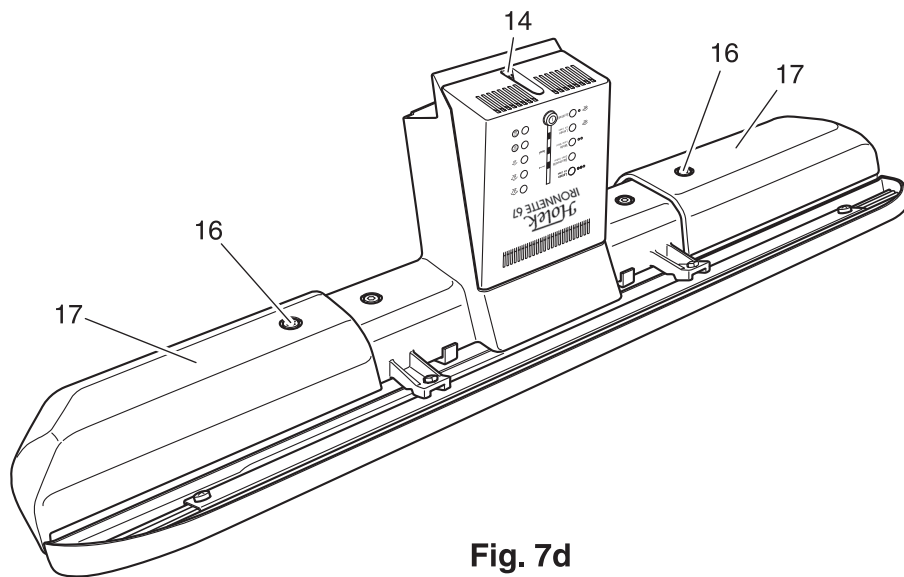

Fig. 7d
- Den Heizschuhständer kpl. mit dem Heizschuh nach unten zeigend ablegen (Fig. 7d).
- Die Schrauben 16 herausdrehen (Fig. 7d).